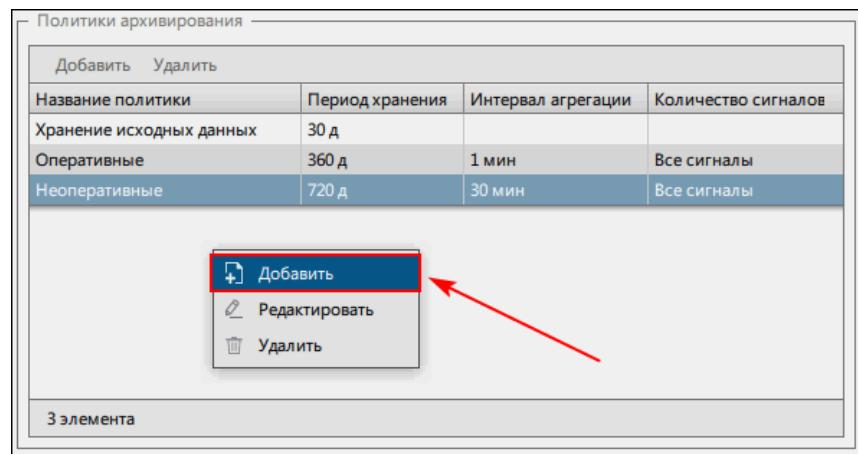

Рисунок 276 - Контекстное меню
**Прим.: Альтернативный способ добавления: нажмите ПКМ на пустой области раздела Политики архивирования и выберите Добавить (Рисунок 276).**